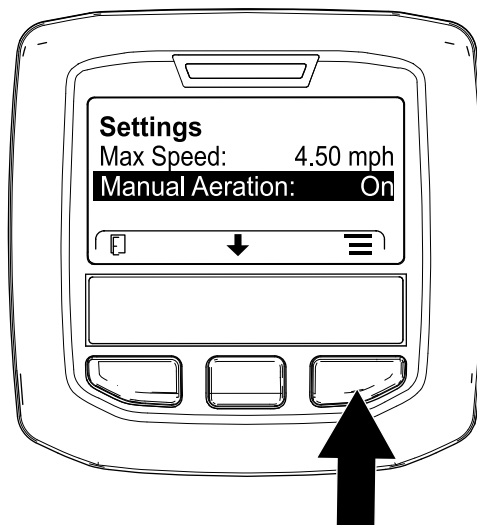

Figure 124
- Appuyez sur le bouton central de l'InfoCenter jusqu'à ce que l'option MANUAL AERATION (aération manuelle) soit sélectionnée, puis appuyez sur le bouton droit (Figure 124) pour régler l'aération manuelle sur ON (activée).